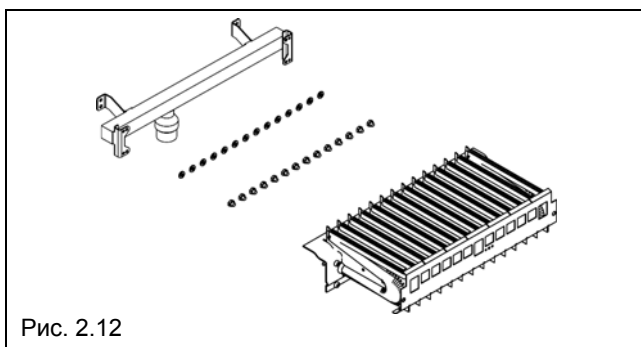

Рис. 2.12
- с помощью торцевого или обычного гаечного ключа снимите форсунки и шайбы и замените их на те, которые входят в комплект для перехода на другой тип газа (рис. 2.12)